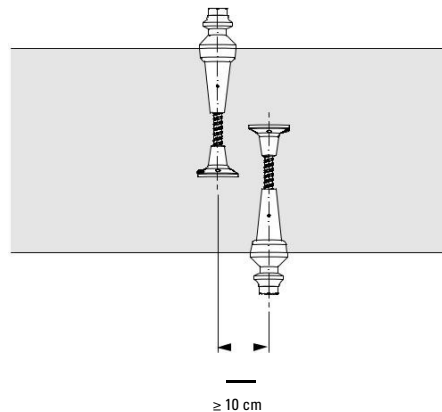

Fig. B1.02
- Ако  $h_1 + h_2 < d$ , то позициите на анкерите трябва да се разместят хоризонтално или вертикално. (Fig. B1.02 + B1.03)